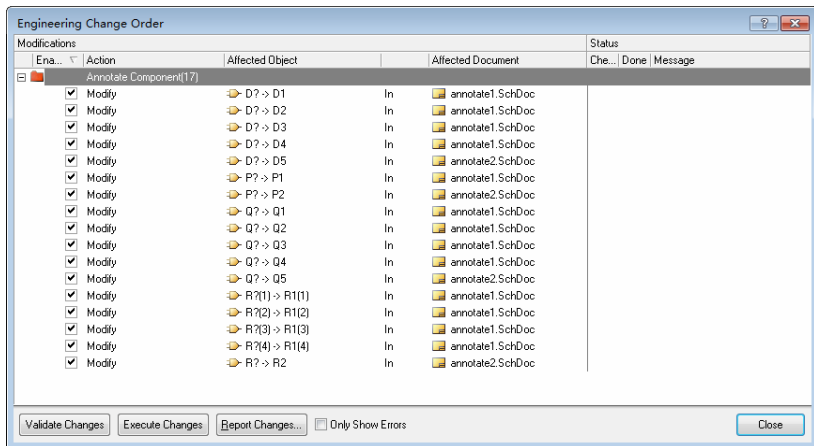

图 5-4 Engineering Change Order
ECO), 其中列出了要执行的变更操作, 如图 5-4 所示。
- (4) 单击 Accept Changes (Create ECO) 按钮, 进入工程变更单, 如图 5-4 所示。
- (5) 单击 Validate Changes 按钮, 通过验证后 Check 栏位出现一系列绿色的 ✓。
- (6) 单击 Execute Changes 按钮, 执行元件自动编号工作, Done 栏位出现一系列绿色的 ✓。
- (7) 单击 Close 按钮回到原理图编辑窗口, 可以看到所有元件已经编号了。